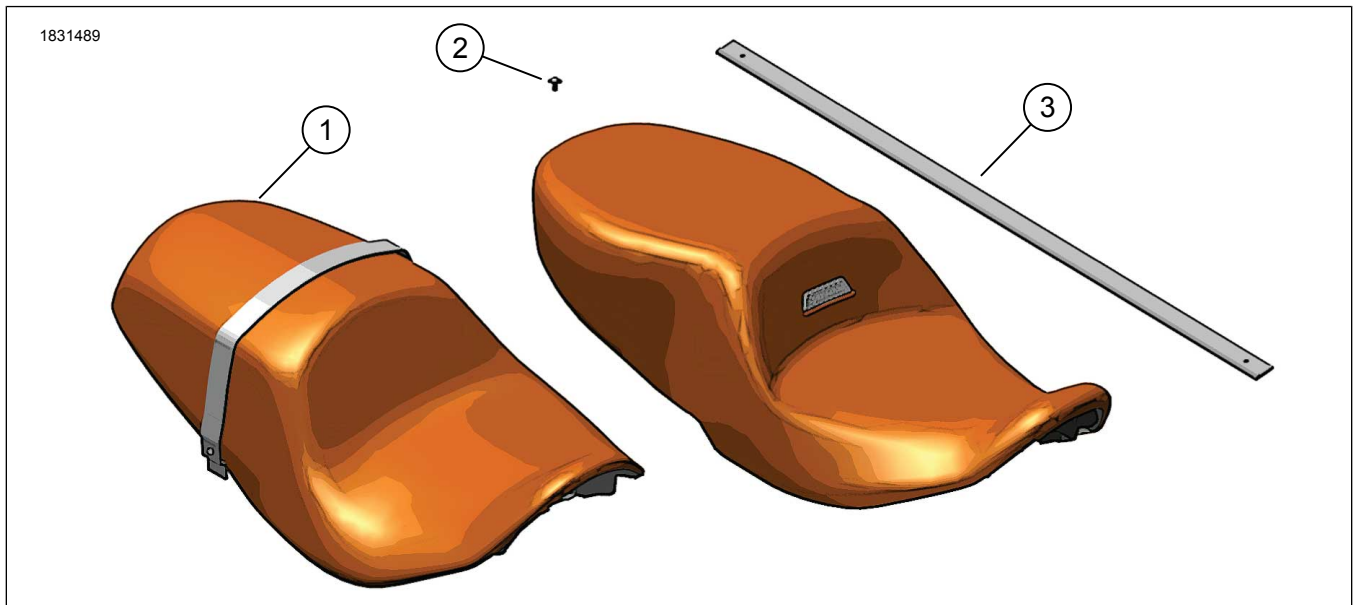
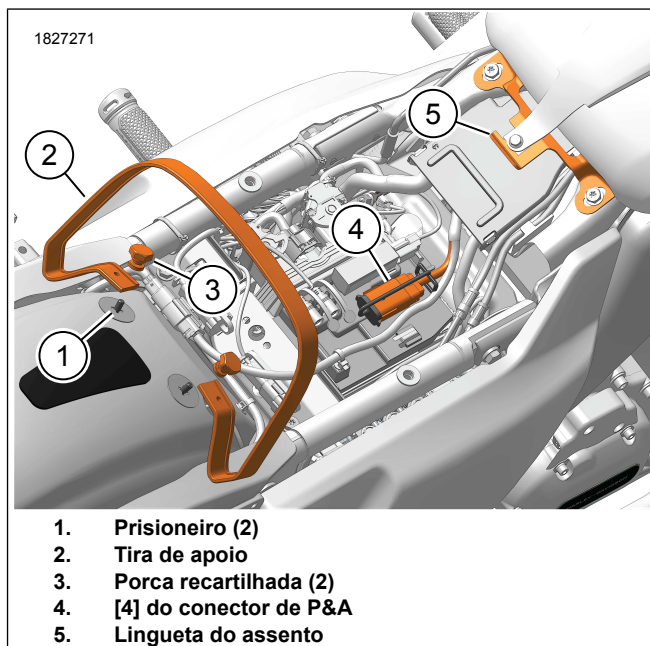
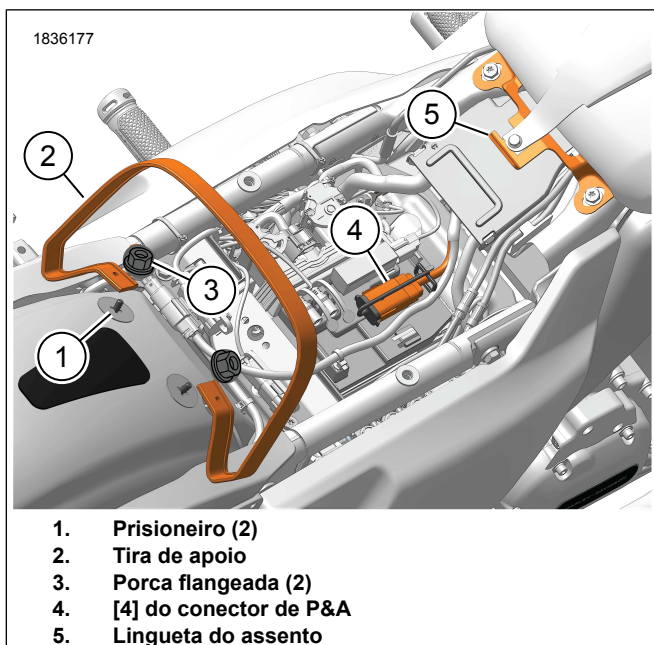
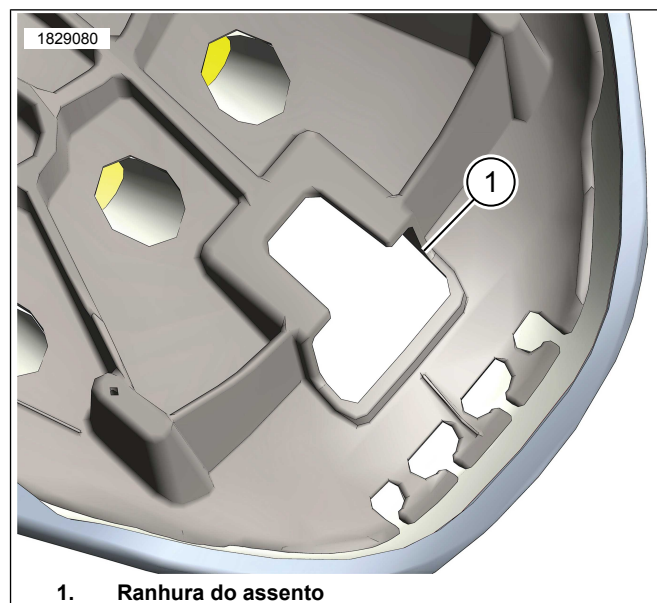

Figura 1. Conteúdo do kit: Assentos, Touring
Figura 2. Localização dos componentes
Figura 3. Localização dos componentes
Figura 5. Ranhura de montagem do assento
- Veja a figura 2. Os veículos com porcas recartilhadas seguem as etapas 1a e 1b.
- Veja a figura 3. Os veículos com porcas flangeadas seguem as etapas 1a e 1c.
1. Consulte Figura 2 e Figura 3. Instale a **nova** alça de fixação.
- a. Instale a alça (2) nos pinos (1).
- b. Instale as porcas recartilhadas (3). Aperte.
3. Veja Figura 2 e Figura 5. Insira a parte de trás do assento na ranhura de montagem do assento (1), passando pela alça de apoio (2), até que a ranhura de montagem do assento na parte da frente da parte de baixo do assento fique atrás da lingueta do assento (5).
4. Deslize o assento para a frente até que a lingueta do assento se encaixe totalmente na ranhura de montagem do assento (1).
5. Veja a figura 1. Instale o parafuso do assento (2). Aperte.